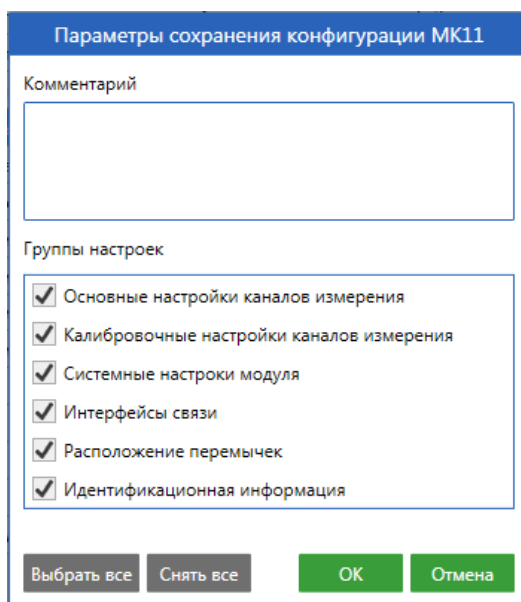

Рисунок 16 - Выбор групп параметров
3) выбрать группы параметров, которые должны быть сохранены и нажать кнопку **ОК** (рис. 16). После этого настройки будут сохранены в файл.